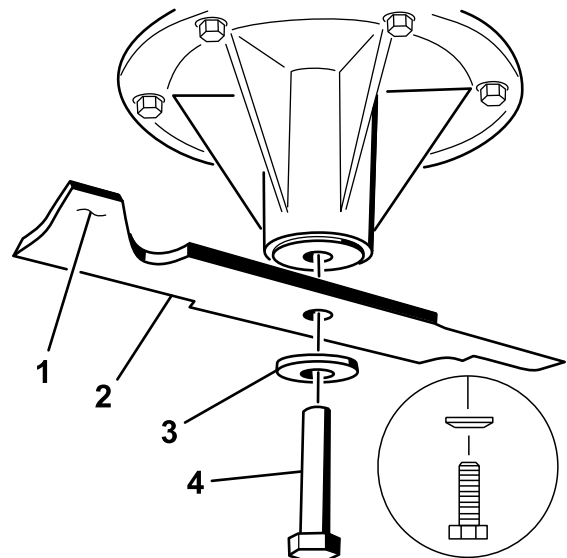

Bild 89
2. Entfernen Sie die Messerschraube, Wellenscheibe und das Messer von der Spindelwelle (Bild 89).